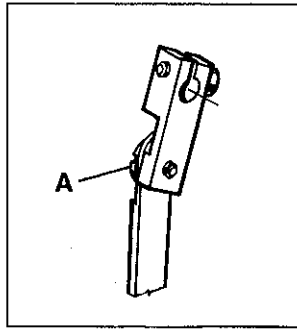

Fig. 61
**NOTE:** The thread trimmer mechanism assembly and the tension release assembly are linked together. If there is a bind, it may be in the tension assembly. Remove screw (A, Fig. 61) and check for binds by moving both assemblies separately.
**BEACHTEN SIE:** Der komplette Fadenabschneidermechanismus und die Fadenspannungsfreigabe sind miteinander verbunden. Tritt Klemmen auf, kann dies an der kompletten Fadenspannung liegen. Entfernen Sie die Schraube (A, Fig. 61) und prüfen Sie auf Klemmen, indem Sie beide Mechanismen separat bewegen.